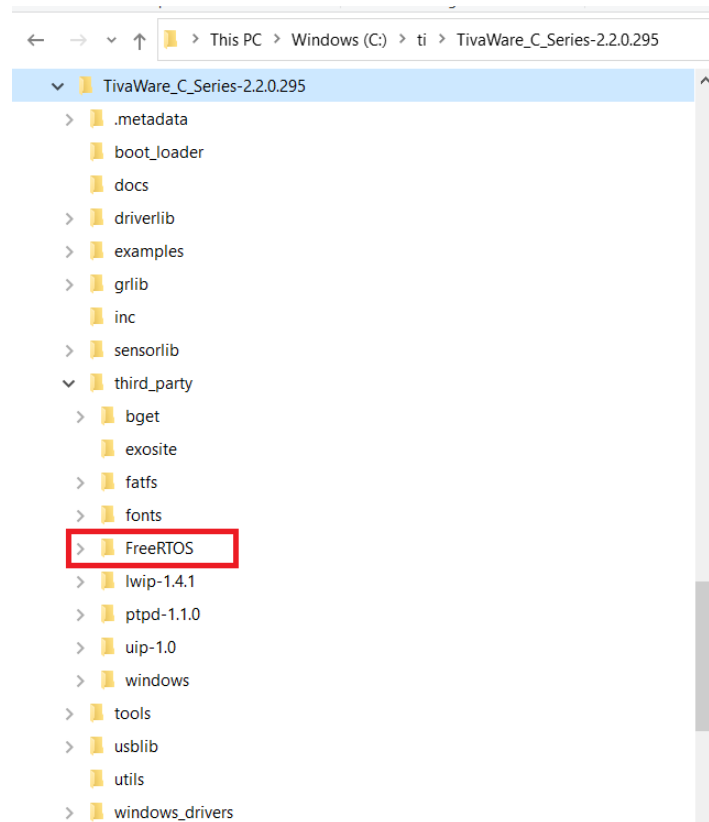

图 2-1. TivaWare 目录结构
1. 从 此处 下载最新的 TivaWare SDK，并按照安装程序说明进行操作。如果使用默认安装路径，TivaWare SDK 将安装在 C:\ti\TivaWare\_C\_Series-2.2.0.295。有关 TivaWare 目录结构的信息，请参阅 图 2-1 ( 请注意，已有 third\_party/FreeRTOS 目录 )。TivaWare 库中安装的现有 FreeRTOS 为 8.2.3 版本。需要将其更新到最新版本。